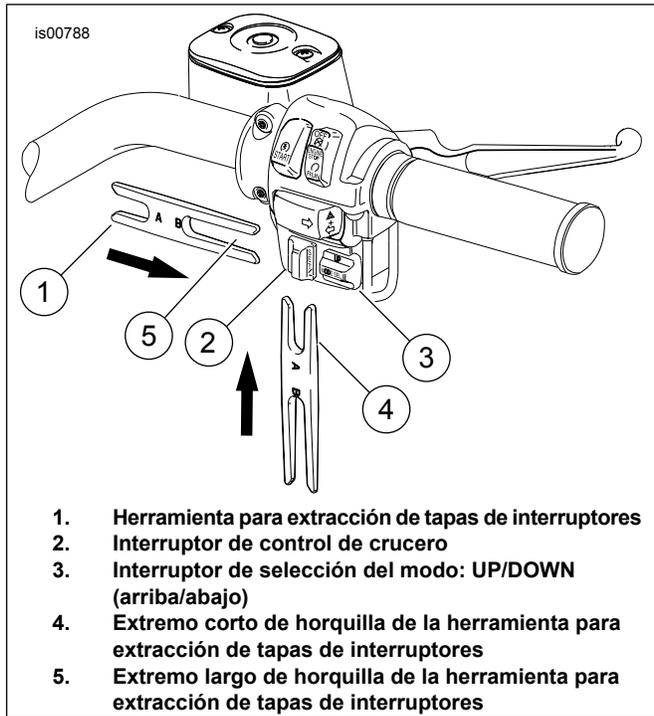

Figura 6. Extracción de la tapa del interruptor de la caja inferior del interruptor del manillar derecho
5. Vea Figura 6. Use el extremo corto (4) de la herramienta para extracción de tapas de interruptores (1) para quitar la tapa del interruptor del control de crucero RES/SET (reanudar/establecer) (2). Presione hacia arriba debajo de la tapa del interruptor.